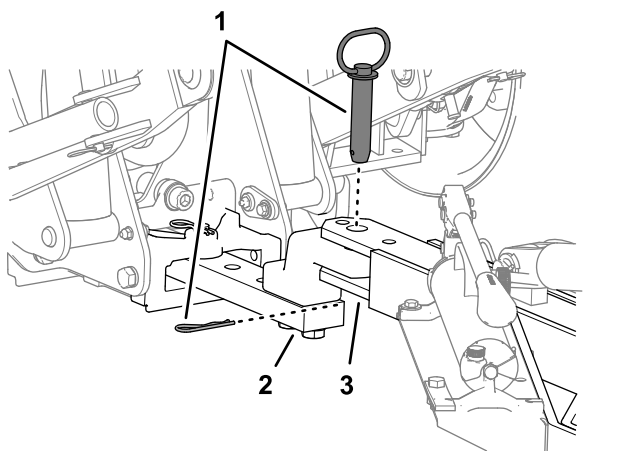

Рисунок 13
7. Совместите дышло аэратора с буксировочной штангой тягового блока и используйте крепежные детали сцепного устройства автомобиля для фиксации аэратора (Рисунок 13).